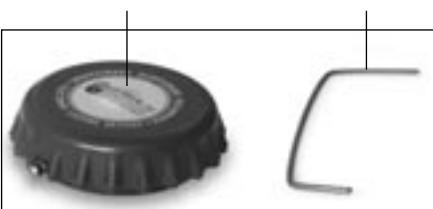

Figura 3
- încuietoare electromagnetică cu telecomandă (în continuare - încuietoare cu telecomandă) (întră în setul de livrare în conformitate cu tabelul 4 și figura 3).